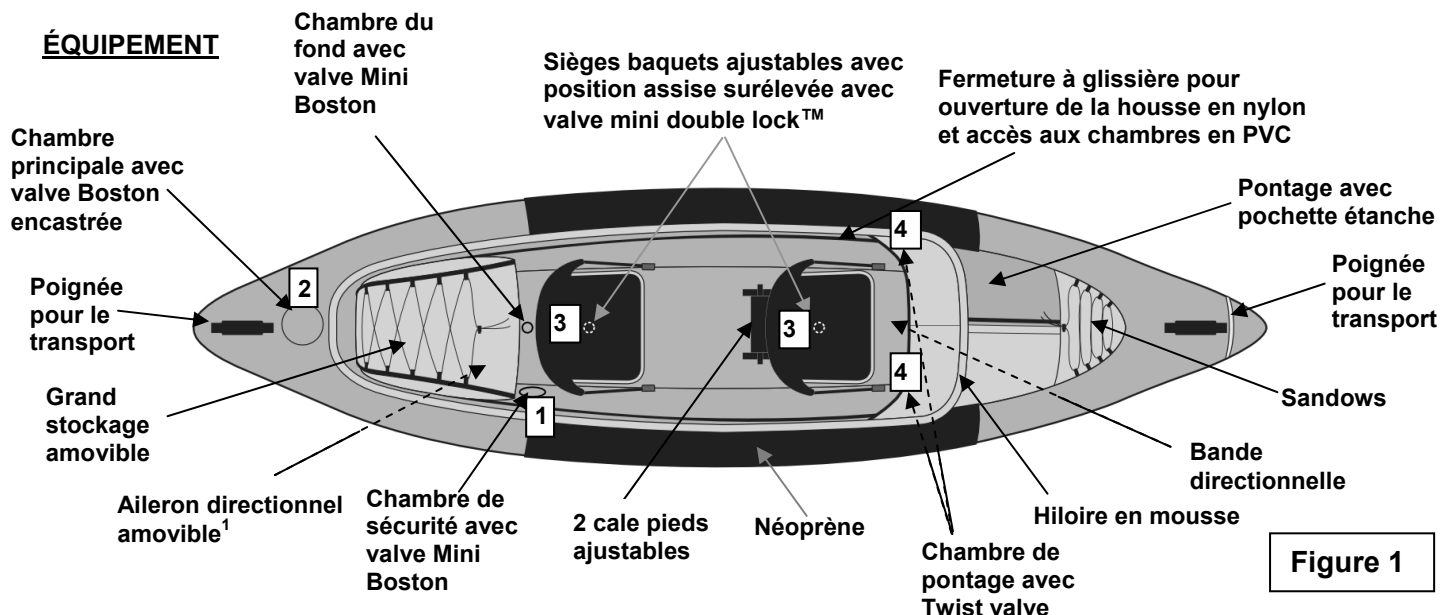

Figure 1
- a) Valve(s) Boston (figure ci-contre) : dévisser le capuchon de la valve (1), visser le corps de la valve (2) dans la base de la valve (3) ; veiller à ce que le capuchon reste accessible. Insérer l'extrémité du tuyau du gonfleur dans la valve et gonfler jusqu'à atteindre le niveau de pression recommandé (voir point 3). Après gonflage, fermer bien toutes les valves avec leur capuchon (dans le sens des aiguilles d'une montre). **N.B.** : une légère fuite d'air avant la fermeture des valves avec leur capuchon est normale, **seul le capuchon des valves assure l'ÉTANCHEITÉ**.
- b) Valve Double lock™ et Mini double lock™ – voir illustration en page 2 / a : Ouvrir la valve (A). Pour commencer le gonflage, ouvrir le bouchon extérieur puis étirer la valve (B). Insérer l'embout de la pompe dans la valve étirée puis mettre en fonction la pompe (C). Pour fermer la valve : pousser à l'aide de la pompe jusqu'à ce que la valve soit enfoncée entraînant la fermeture du bouchon intérieur (D). Enlever la pompe et fermer le bouchon extérieur (E).
3. Gonfler le produit selon l'ordre de gonflage indiqué sur la plaque d'immatriculation imprimée sur le produit (voir également figure 1, la numérotation des valves).